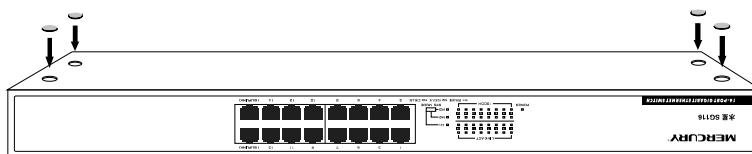

图3-1 脚垫安装示意图
2. 逐个揭去 4 个脚垫的胶面保护纸，分别粘贴在机壳底部 4 个角上的圆形凹槽中。如图 3-1 所示